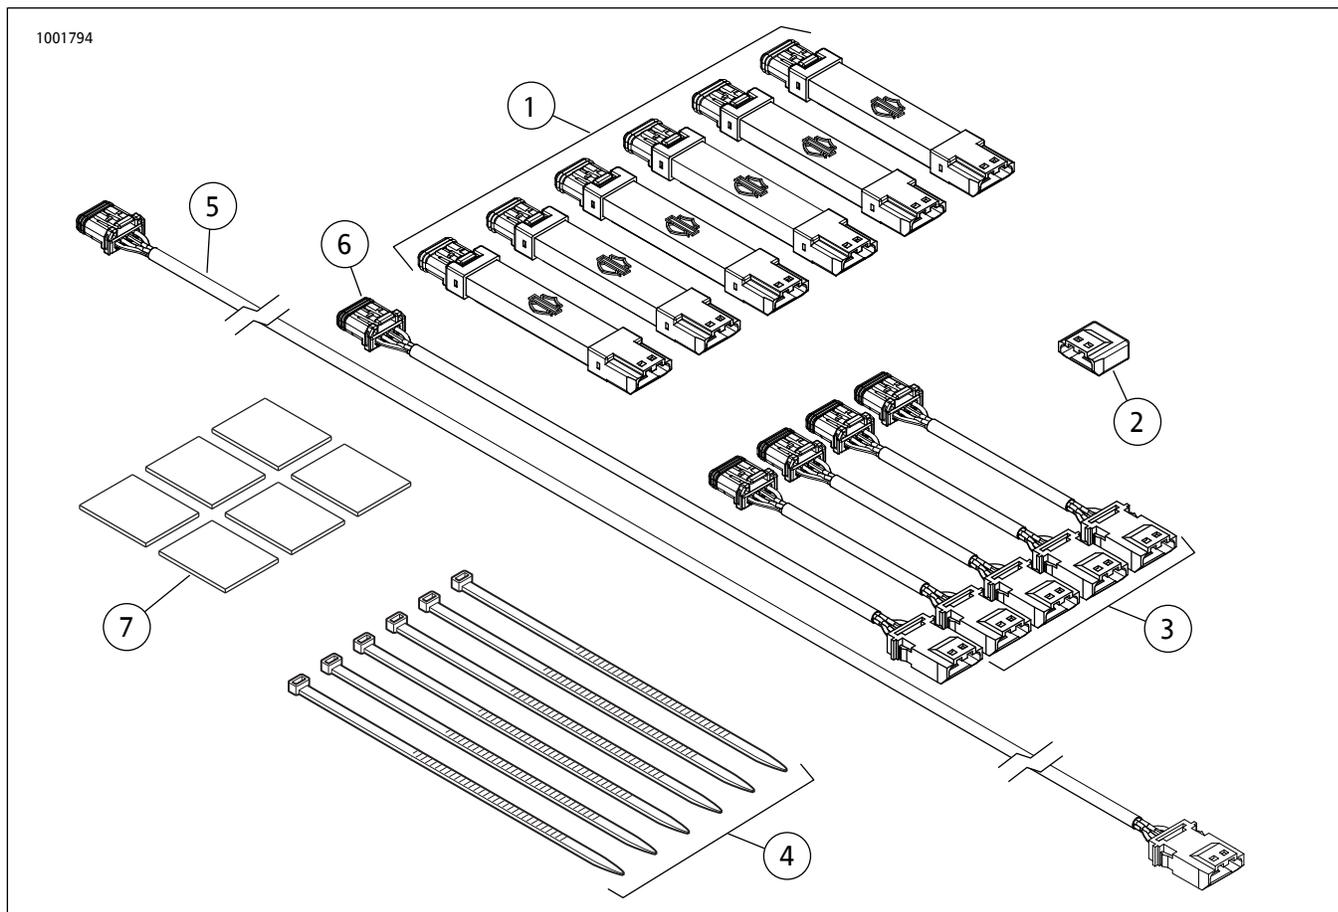

图2。维修零件：SpectraGlo灯串套件
参见图2和参阅表1。
2. 参见图2。按照需要的配置组装(干式安装)灯串(1)和线束(3、5和6)。